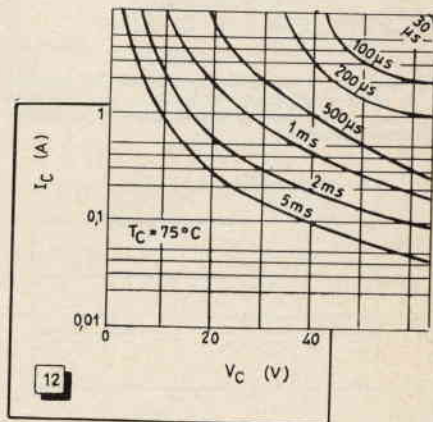
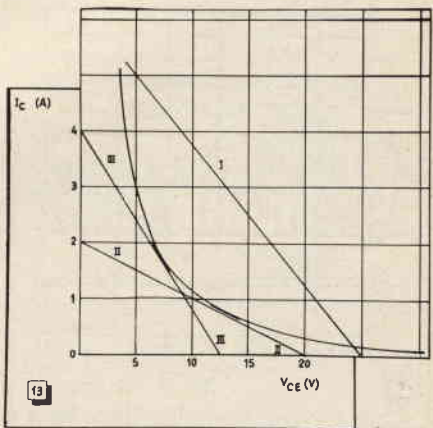
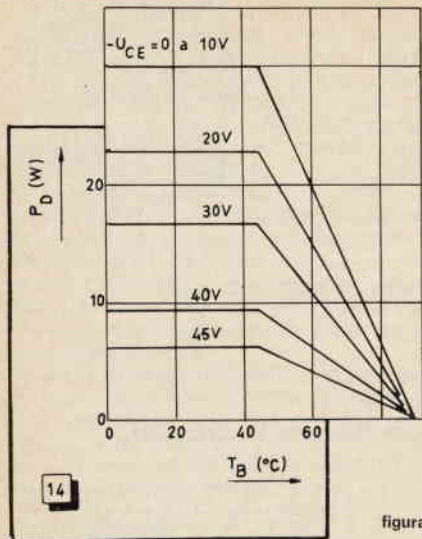
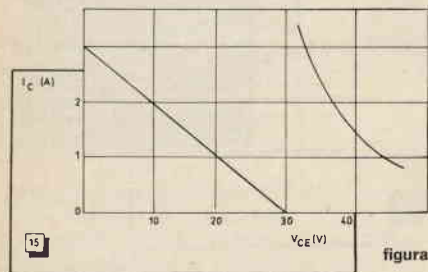

figura 12
figura 13
figura 14
figura 15
Per i transistor di potenza, i fabbricanti indicano spesso non solo un limite massimo di dissipazione, ma anche un limite per la massima potenza istantanea. Questo limite è funzione della temperatura, ma varia anche al variare della tensione di collettore. Ad esempio, la figura 12 mostra il grafico relativo alla tenuta in potenza del BD113 che abbiamo precedentemente preso in esame: dal grafico possiamo rilevare per quanto tempo si possono applicare simultaneamente una tensione e una corrente di collettore prefissate. Ad esempio con una tensione di collettore di 40 V il transistor può sopportare una corrente di collettore di 1 A solo per la durata di 500 µs. Passato questo intervallo di tempo, muore.
Nel caso dell'esempio precedente ( $V_A = 50 \text{ V}$ ,  $R_L = 4 \Omega$ ), si avrà così  $I_C = 1 \text{ A}$  per  $V_{CE} = 21 \text{ V}$ ,  $I_C = 2 \text{ A}$  per  $V_{CE} = 17 \text{ V}$ , etc., e si vede subito che c'è una incompatibilità assoluta tra questi valori e il grafico di figura 12, a meno che non si voglia realizzare un amplificatore la cui vita sia di pochi microsecondi.
Per vedere ciò che può realmente ottenersi dal transistor in questione, è preferibile ridisegnare il grafico della figura 12 con una scala lineare per le correnti (figura 13). L'espressione (5) dà allora origine a una retta, che può essere paragonata a una retta di carico tracciata in una rete di caratteristiche in cui sia prevista una iperbole per la raffigurazione della potenza massima; salvo il fatto che la curva limite non è, in questo caso, una iperbole esatta, e soprattutto, che non si può in alcun caso superarla.
La retta I in figura 13 corrisponde al caso prima considerato, e si vede molto chiaramente che simili condizioni di funzionamento non possono venir prese in considerazione. Nel caso delle rette II e III le limitazioni sono rispettate, e si giunge, fatti tutti i calcoli, rispettivamente a  $V_A = 40 \text{ V}$ ,  $R_L = 10 \Omega$ ,  $P_S = 16 \text{ W}$ , e,  $V_A = 25 \text{ V}$ ,  $R_L = 3,1 \Omega$ ,  $P_S = 25 \text{ W}$ .
Lo scarto tra la potenza calcolata nel modo prima visto e quello su accennato, diminuisce per i transistor di dissipazione maggiore, e ne esistono anche alcuni per i quali è superfluo, per lo meno per le applicazioni che stiamo esaminando, tener conto della tenuta ai picchi di potenza. Come primo esempio, possiamo citare il transistor AD131 e ciò perché le informazioni tecniche della Siemens danno per il grafico della tenuta in potenza, una versione notevolmente diversa da quella di figura 12. Come mostra la figura 14, non si è tenuto conto della durata del funzionamento, ma della temperatura. Il grafico indica dunque, in funzione della tensione di collettore e della temperatura, la potenza che il transistor è capace di dissipare. Ciò non ci impedisce di dedurre (figura 15) un grafico che consenta l'applicazione del procedimento della retta di carico già utilizzato in figura 13. Poiché l'AD131 ammette una tensione di collettore di 64 V e una corrente massima di 3 A, la retta di carico (figura 15) è stata tracciata in modo che questi limiti siano raggiunti. Si vede chiaramente che essa resta ancora molto distante dalla curva che dà il limite di tenuta in potenza.